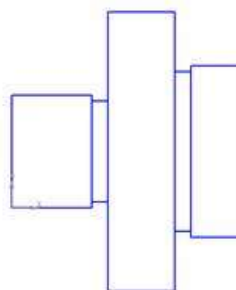

Рисунок 1-Построение прямоугольников
4. Командой *Прямоугольник* инструментальной панели *Геометрия* построим пять следующих независимых прямоугольников размерами: высотой 42 мм, шириной 30 мм; $37,5 \times 6$; 104×25 ; $59,5 \times 6$; 64×19 . Смотри рисунок 1. Командой *Сдвиг* инструментальной панели *Геометрия* «соберем» построенные прямоугольники в единое изображение, присоединив каждый последующий к середине стороны предыдущего прямоугольника.